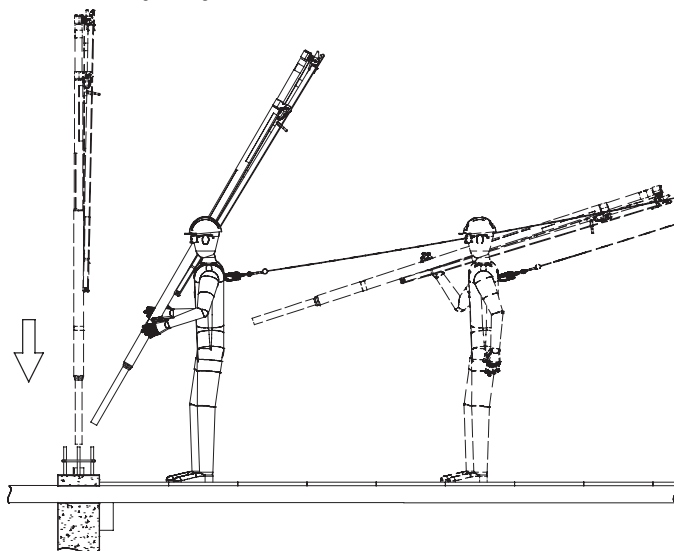

Figura 25. Mover el sistema de anclaje SkyReach manualmente
1. Retire el tapón de plástico de la manga incrustada. Lleve el sistema de anclaje SkyReach de forma plegada hasta su ubicación en la columna. Utilice su hombro para facilitar la transferencia, consulte la Figura 25. Baje el anclaje e insértelo en la manga. Asegúrese de que el sistema de anclaje SkyReach esté completamente insertado.